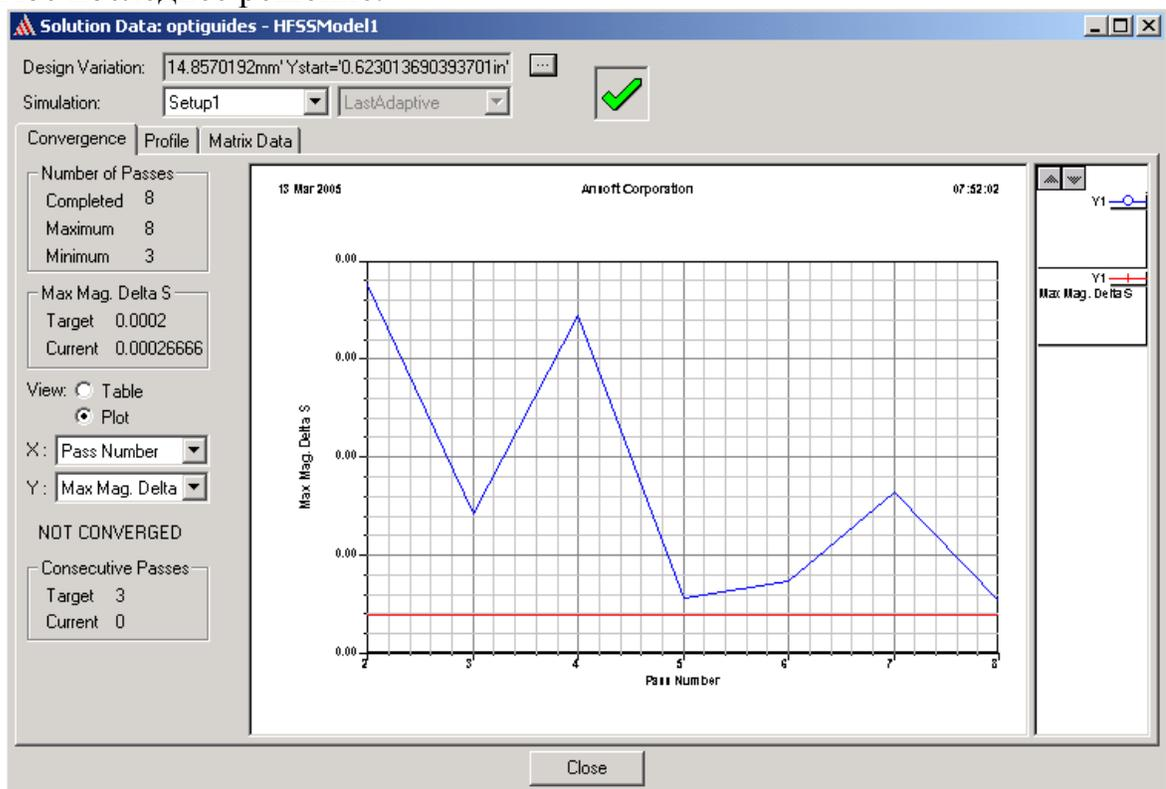

Рис. 8.6. Представление процесса сходимости в виде графика
1. В дереве проекта щелкните правой кнопкой мыши установку решения, представляющую интерес, и затем нажмите **Convergence** (сходимость) в меню. Появляется окно **Solution Data** с выбранной закладкой **Convergence** (рис. 8.6)
4. Чтобы отобразить данные в таблице, выберите **Table**, в виде графика выберите **Plot** (рис. 8.6).